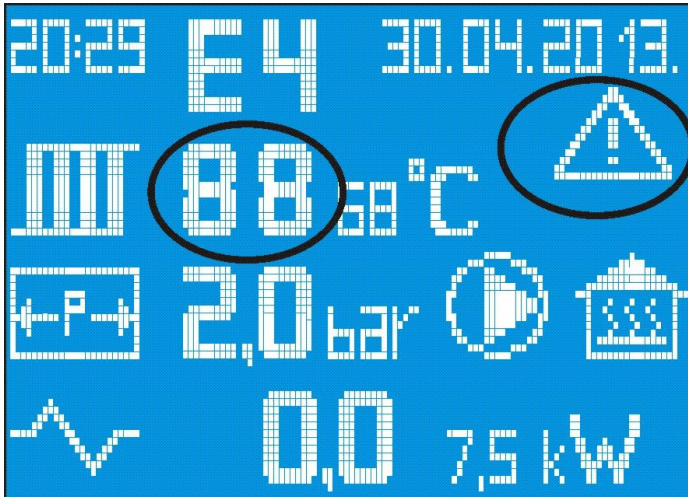

Bild 20 Warnungen im Bezug auf die Temp.
- Wenn die Temperatur im System weniger als 5 ° C oder mehr als 80 ° C beträgt, blinkt der aktuelle Temperaturwert. Es wird ein Warndreieck angezeigt, das kontinuierlich blinkt und Warncodes anzeigt (Abbildung 20)